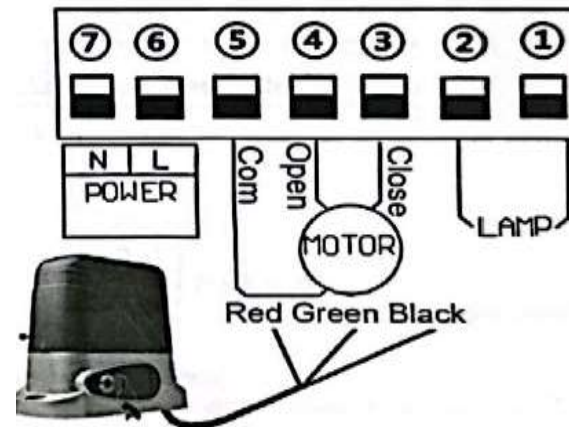

Fig. 8
6.2.2. Instale el motor a la izquierda de la puerta. (Ver Fig. 8)